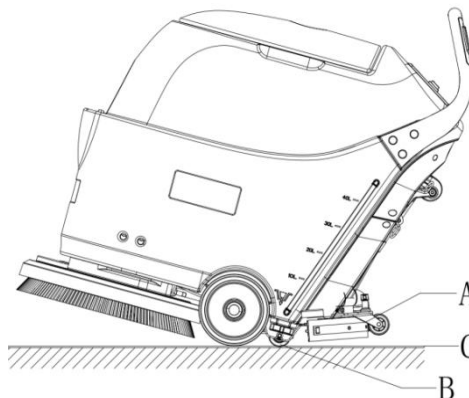

Figura 8
1. Rilasciare gli interruttori di sicurezza (1), e la spazzole e il reggi-feltro smettono di funzionare.
2. Premere l'interruttore della spazzola (46), di aspirazione (47) e di alimentazione (45) sulla posizione "0".
4. Sollevare il tergipavimento (A, Figura 8) dal suolo mediante l'apposita leva (14).
5. Tenere il manubrio della macchina (2) e ribaltarla all'indietro finché le ruote di supporto (B, Figura 8) toccano il suolo.